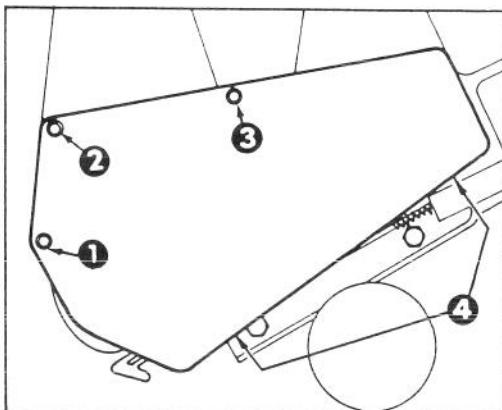

Fig. 12
3. Rimuovete 3 viti autofilettanti, 1 guarnizione e 2 controdadi che reggono il coperchio della cinghia all'armatura laterale (Fig. 12). Mettete da parte il coperchio della cinghia.
SOSTITUZIONE DELLA CINGHIA DELLA TRASMISSIONE (Fig. 12 e 14)
2. Rimuovete 3 viti autofilettanti, 2 viti, 1 guarnizione e 2 dadi (Fig. 12). Smontate il coperchio della cinghia.